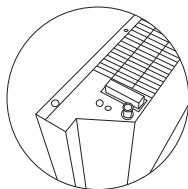

Рис. 5
- перевернуть конвектор нижней частью кверху (рис. 5);